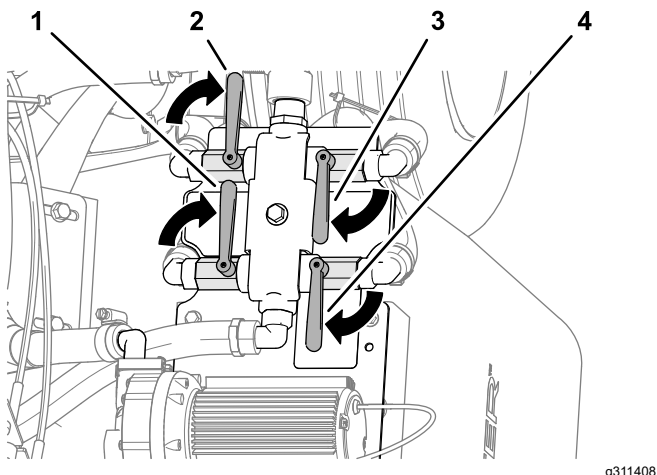

Figure 52
1. Tournez les vannes de retour et d'aspiration des cuves gauche et droite à la position fermée (Figure 52).